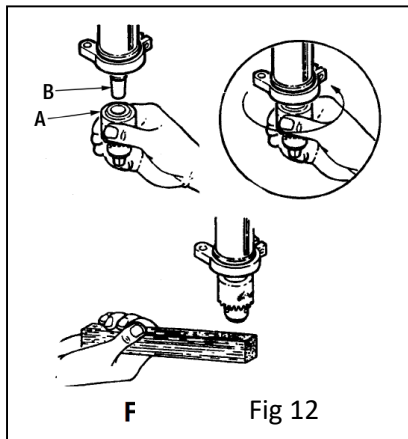

Fig 12
1. Localisez le mandrin (A) Fig.12 dans la boîte de pièces.
2. Nettoyez le trou conique du mandrin, nettoyez également le nez de l'arbre (B) avec un chiffon propre. Assurez-vous qu'il n'y a pas de particules étrangères collées aux surfaces. La moindre saleté sur le nez de l'arbre ou le mandrin empêchera le mandrin de s'asseoir correctement. Cela fera « vaciller » la perceuse.